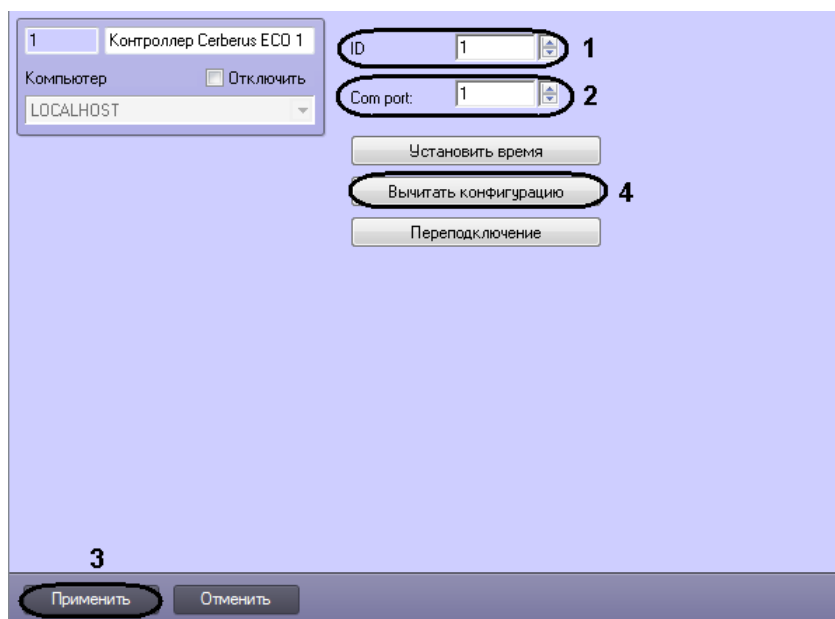

Рис. 3.3-2 Настройка подключения ОПС Cerberus ECO
2.1 Ввести адрес контроллера *Cerberus ECO* в поле **ID** (Рис. 3.3-2, 1).
2.2 Указать COM-порт подключения оборудования *Cerberus ECO* в соответствующем поле (см. Рис. 3.3-2, 2).
3. Нажать кнопку **Применить** (см. Рис. 3.3-2, 3).
4. Нажать кнопку **Вычитать конфигурацию** (см. Рис. 3.3-2, 4).